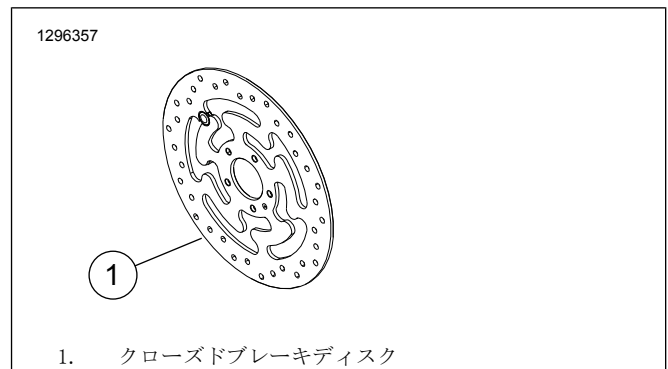

図1. フロントブレーキディスクのスタイル
- ・ブレーキディスクスクリュー(図1と表1を参照してください)